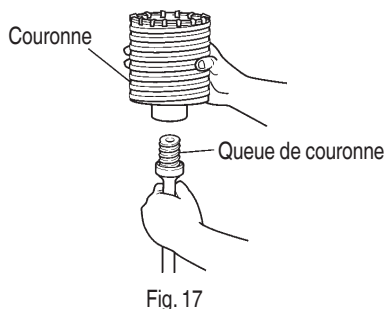

Fig. 17
- (1) Monter la couronne sur la queue de couronne. (Fig. 17)